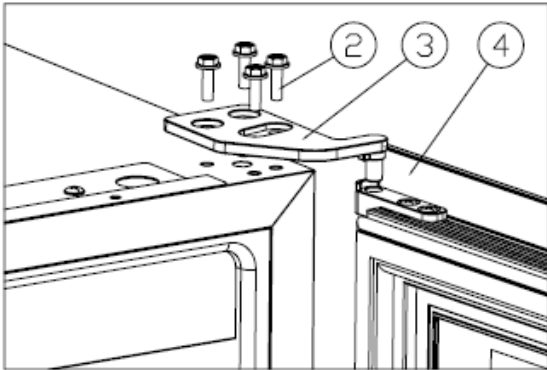

Figure 1
Svitare le viti M5*16 (2), rimuovere la cerniera superiore destra (3) e rimuovere la porta.[Figure 1].